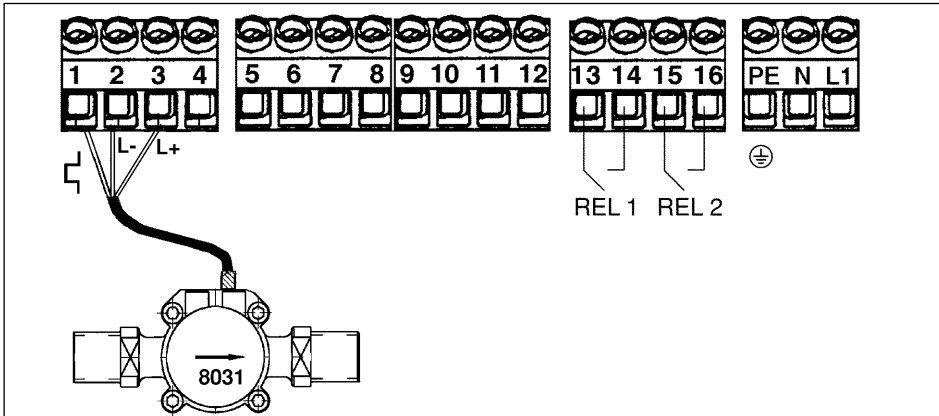

Fig. 3.11 Raccordement électrique 8025 version murale et capteur 8031 "Low Flow"
3.7.2 Connexion de capteurs de débit type 8031 "Low Flow" (fig. 3.11)